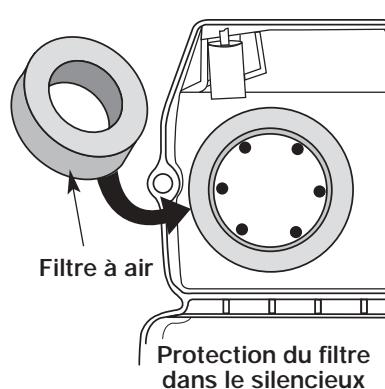

Fig. 37
- Retournez le couvercle et inspectez l'intérieur pour repérer le filtre à air. Retirez le filtre à air de l'intérieur du couvercle du filtre à air/silencieux (Fig. 37).
- Remplacez le filtre à air dans le filtre à air/couvercle du silencieux (Fig. 37).